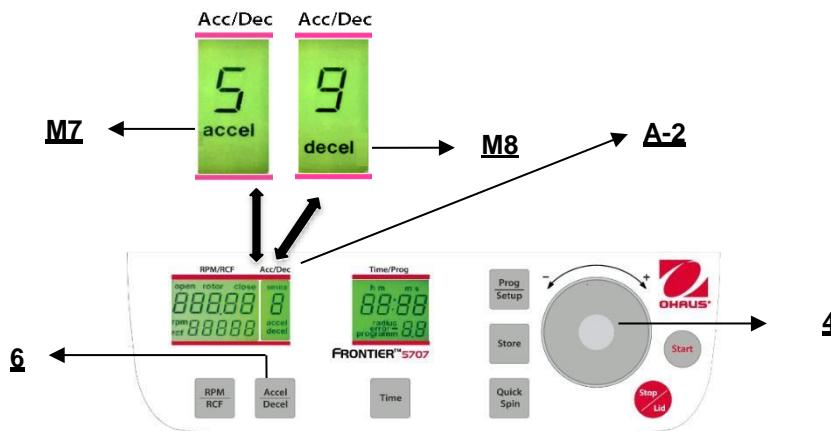

Figure. 18
Cette fonction est activée avec la touche "Accel/Decel" (6) (voir la figure 18).